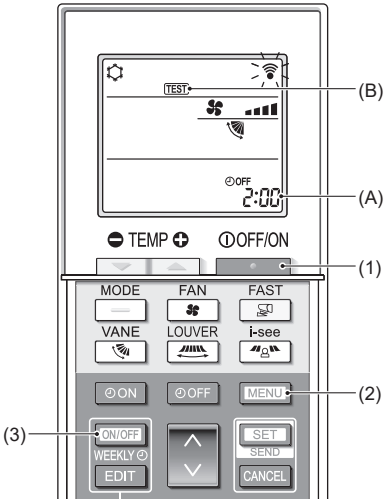

Fig. 7-5
7.2.2. Al usar el controlador remoto inalámbrico (Fig. 7-5)
- Pulse el botón (1) para detener el acondicionador de aire.
- Si el temporizador semanal está activado (se muestra **WEEKLY**), pulse el botón (3) para desactivarlo (no se muestra **WEEKLY**).
- Pulse el botón (2) durante 5 segundos.
- Pulse el botón (2).
- Se muestra **TEST** (B) y la unidad entra en el modo de prueba de funcionamiento.